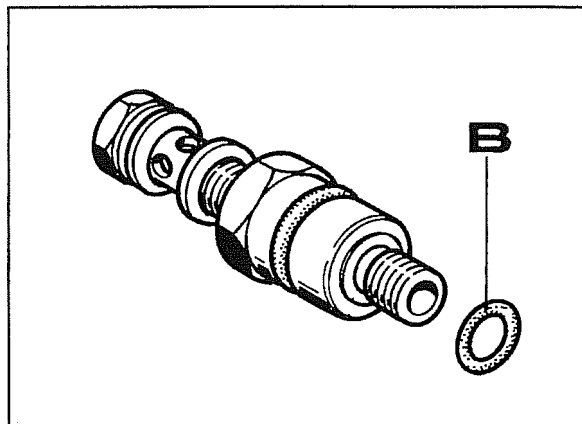

Fig. 28
4. A fig. 28 mostra em detalhe os componentes da ligação em que é necessário verificar a integridade do anel de retenção **B**, e depois montar novamente ligação e tubo de ida.